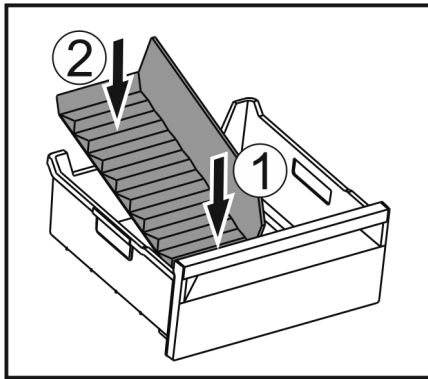

Fig. 158
- ▶ Vorderen Teil des Eisfach-Trenners einsetzen. Fig. 158 (1)
- ▶ Hinteren Teil des Eisfach-Trenners bis zum Schubfachboden absenken. Fig. 158 (2)